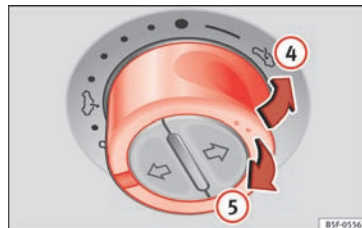

Fig. 12
- Vippefunktion: Drej kontakten til position » Fig. 12 (4). For at foretage en indstilling til en mellemposition skal du betjene kontakten, indtil taget har nået den ønskede position.
- Lukning: Træk kontakten til position » Fig. 12 (5). For at foretage en indstilling til en mellemposition skal du betjene kontakten, indtil taget har nået den ønskede position.